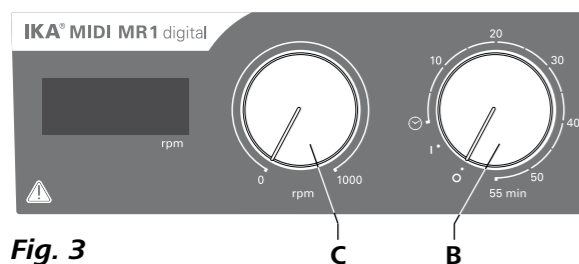

Fig. 3
- ☞ Pentru pornirea aparatului rotiți butonul rotativ „**Pornit/Oprit**” și „**Timer**” (B, a se vedea Fig. 3) în sensul acelor de ceas pe poziția „1”.
- ☞ Pentru oprirea aparatului rotiți butonul rotativ „**Pornit/Oprit**” și „**Timer**” (B) pe poziția „0”.
- ☞ Setăți turația motorului cu ajutorul regulatorului „Turație” (C, a se vedea Fig. 3). Turația motorului poate fi setată între 0 și 1000 rpm pentru **MIDI MR 1 digital** și între 0 și 600 rpm pentru **MAXI MR1 digital**.